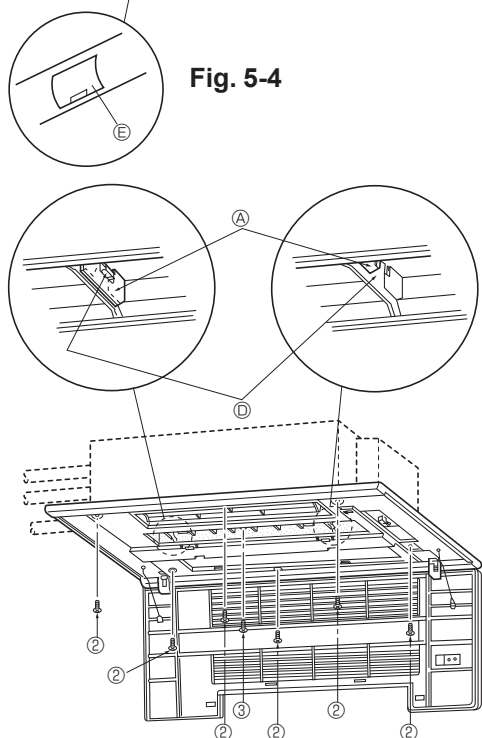
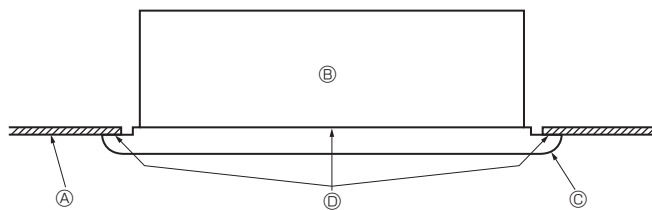

Fig. 5-5
Fig. 5-6
- Adattare il pannello anteriore in modo che si adatti perfettamente all'angolo formato dal soffitto e dalla parete, ed installare quindi i bulloni di fissaggio ② (forniti assieme a questa griglia) nei quattro punti previsti, a destra e sinistra, lasciandoli leggermente allentati. (Fig. 5-5)
- Stringere quindi i bulloni di fissaggio ② e stringere le viti ③ nei tre punti centrali.
- Stringere definitivamente i bulloni di fissaggio ② nei quattro punti previsti, a sinistra e destra.
- A questo punto, accertarsi che non vi siano più spazi vuoti fra la sezione interna e il pannello anteriore, e fra il pannello anteriore e la superficie del soffitto. In caso contrario, potrebbe esservi una caduta di gocce d'acqua, a causa del passaggio di correnti d'aria (Fig. 5-6).
* Stringere completamente i bulloni ② e le viti ③ di fissaggio.
[Fig. 5-5]
5.4. Controlli dopo l'installazione (Fig. 5-6)